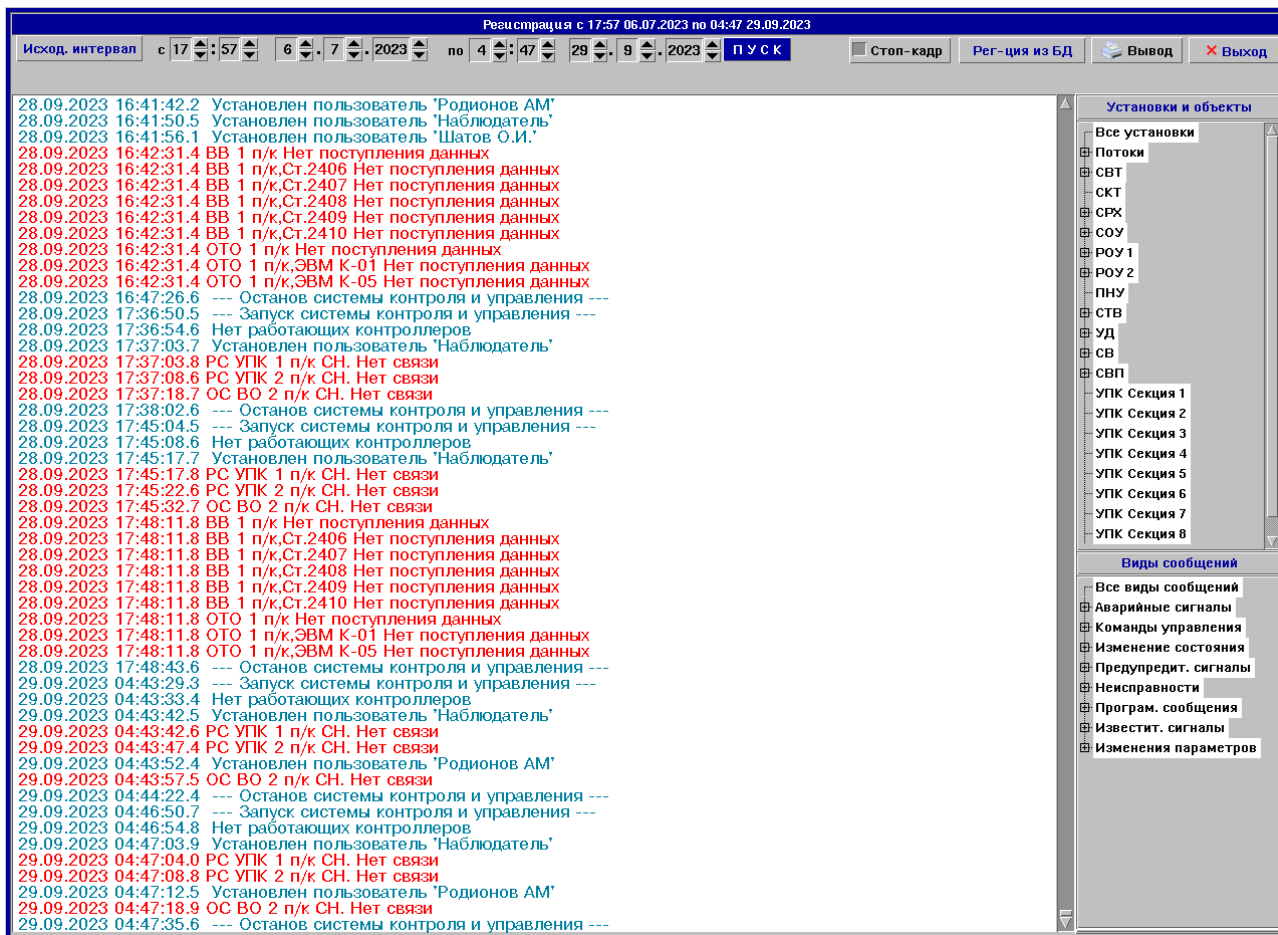

Рисунок 5 - Окно просмотра сообщений регистрации
7.7.1 Для просмотра сообщений регистрации необходимо в окне выбора мнемосхем нажать «мышью» на кнопку «РЕГИСТРАЦИЯ». На экране дисплея отобразится окно просмотра сообщений регистрации (пример, см. рис. 5).